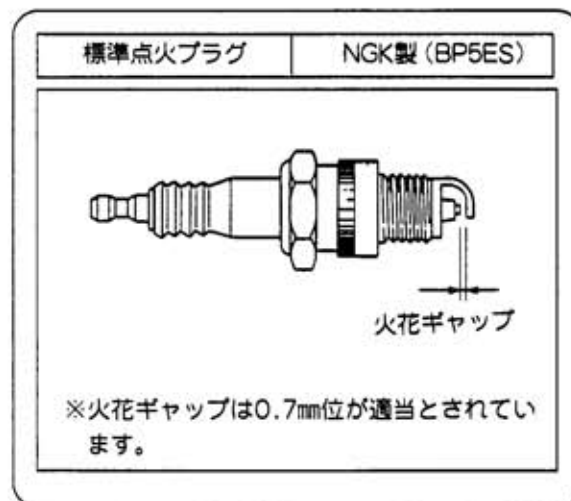

図50
- ① 定期的に点火プラグを取外し、電極部の焼け具合、損耗程度を点検し、ワイヤブラシで清掃の上、火花ギャップ（電極隙間）を0.7mmに調節します。(図50)
- ② 電極部が損耗または破損したものは新品と交換します。